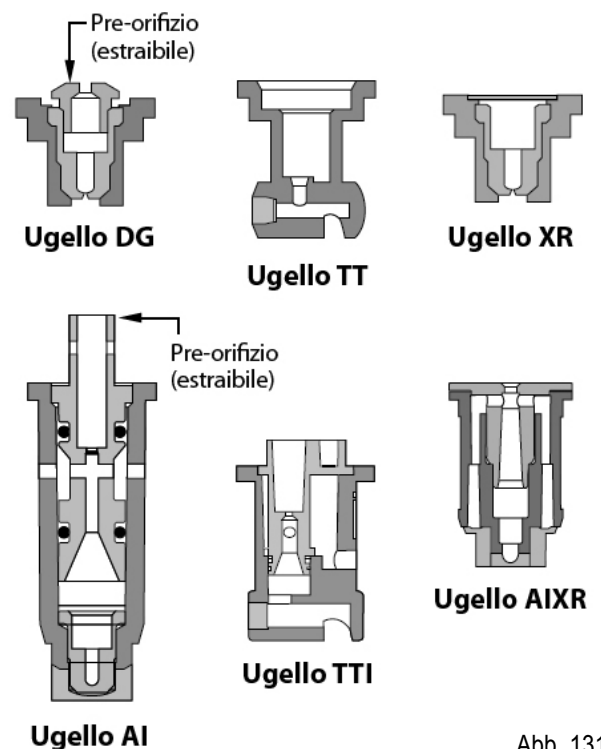

Abb. 131
Das Abdriftspotential kann auch dann auf ein Minimum beschränkt werden, wenn der Gebrauch von Düsen mit kleineren Maßen vorgesehen ist, es genügt, die korrekte Anwendungsweise einzuhalten. Düsen wie die Turbo TeeJet (TT), TeeJet® mit Luftinduktion (AI) und Drift Guard TeeJet (DG) erzeugen Tropfen mittlerer und großer Größe, auch wenn die Düse selbst klein ist. Die größeren Tropfen sind der Abdrift weniger ausgesetzt, aber in einigen Fällen kann die Abdeckung des Zielbereichs kleiner sein, weil die Anzahl der Tropfen reduziert ist. Diese Tatsache muss vor allem dann berücksichtigt werden, wenn man chemische Produkte als Pflanzenschutz verwendet, die durch Kontakt wirken. Die mit der technologischen Vorrichtung der Vor-Öffnung versehenen Düsen mit breit-winkliger Öffnung können bei gleichen Druckverhältnissen eine reichere Auswahl an Tropfengrößen erreichen, ohne dabei die Durchflussmenge zu reduzieren. Die Düsen DG, AI, TT, TTI und AIXR verfügen über die Vor-Öffnungstechnologie, die eine Hauptkomponente zum Regulieren der Durchflussmenge darstellt. Die größere Austrittsöffnung bietet die Funktion der Sekundärregulierung und gewährleistet die Erzeugung des Strahls (Abb. 131). Die Venturi-Düsen, wie zum Beispiel die AI, TTI und AIXR verwenden die Vor-Öffnung, um einen Flüssigkeitsdurchfluss bei hoher Geschwindigkeit zu erzeugen, dann saugen sie während des Durchfließens durch eine seitliche Öffnung Luft an. Dieses Gemisch aus Flüssigkeit und Luft wird dann mit niedriger Austrittsgeschwindigkeit abgegeben, sodass sehr große Tropfen geformt werden, die aber Luft enthalten. Diese Methode ist jedoch nur dann anwendbar, wenn man chemische Produkte ver-